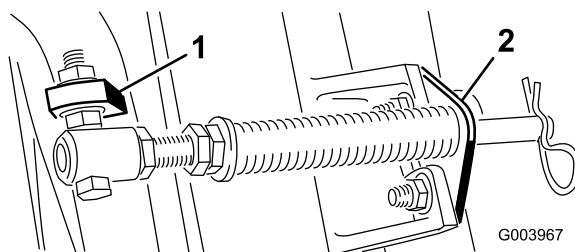
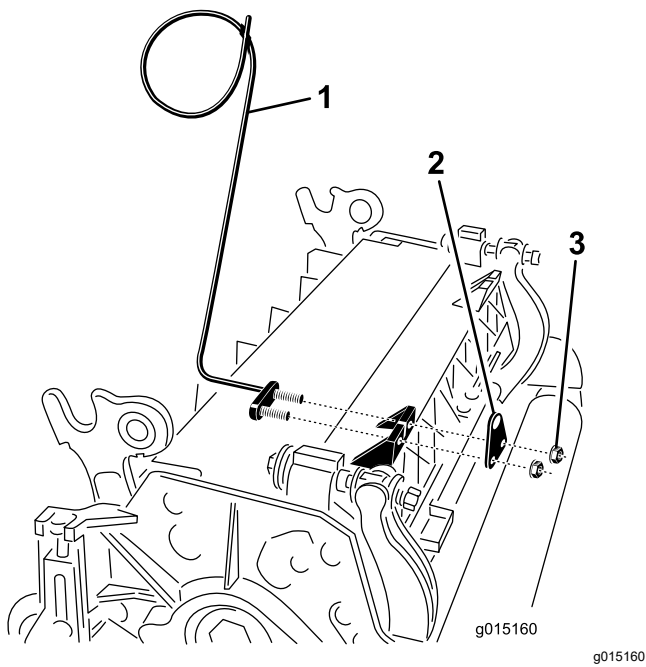

图 11
图 13
**注意** 螺栓头朝向凸耳外侧如图 11 所示。
- E. 使用车身螺栓和螺母将杆支架固定到滚刀组凸耳上图 11。在滚刀组上当重新安装杆支架时将左侧软管导管安装到滚刀组凸耳的前面(图 13)。